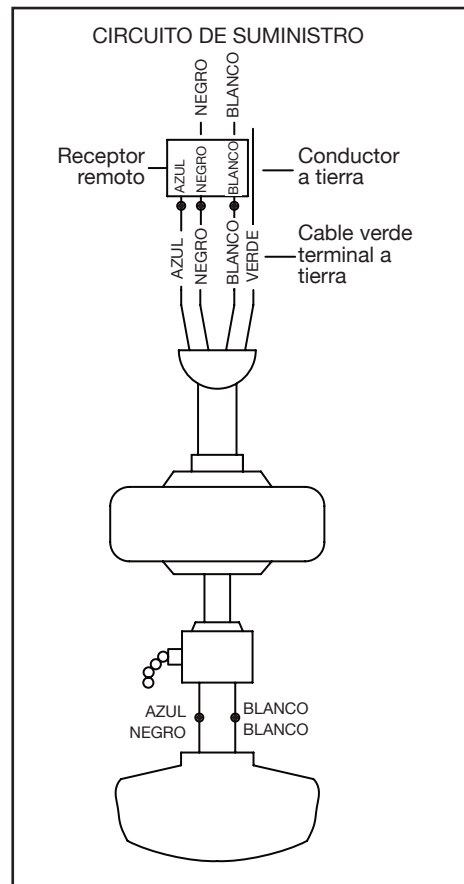

Figura 11
Sigue estos pasos para conectar tu ventilador al circuito de tu hogar. Usa las tuercas de conexión de cable incluidas con el ventilador y el control remoto. Asegura los conectores con cinta aislante. Asegúrate de que no haya conexiones ni cables sueltos. (Figura 11)
1. Conecta el conductor a tierra del cable de 120 V (puede ser un cable desnudo o un cable con aislante verde) al (los) cable(s) terminal(es) a tierra verde(s) del ventilador (Figura 11).
2. Conecta el cable blanco del motor del ventilador al cable blanco del receptor usando una tuerca de cable (Figura 11).
3. Conecta el cable negro del motor del ventilador al cable negro del receptor usando una tuerca de cable (Figura 11).
4. Conecta el cable azul del motor del ventilador al cable azul del receptor usando una tuerca de cable (Figura 11).
5. Conecta el cable negro del receptor al cable negro de suministro de energía (positivo) usando una tuerca de cable (Figura 11).
6. Conecta el cable blanco del receptor al cable blanco de suministro de corriente (neutro) usando una tuerca de cable (Figura 11).